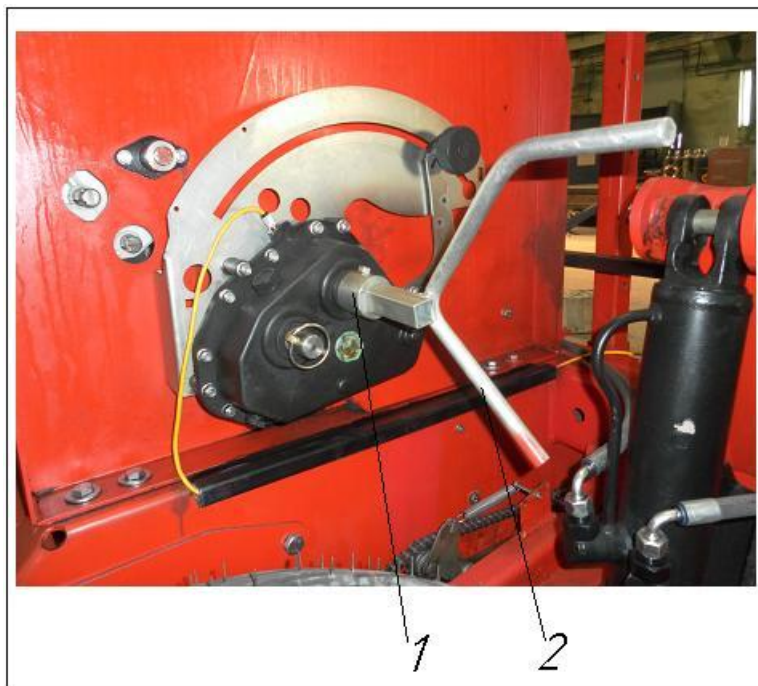
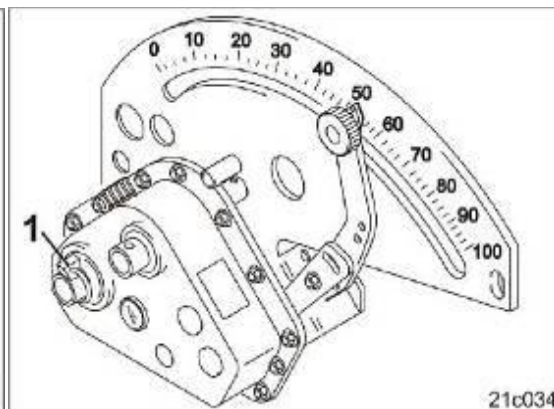

Рис.44
Рис.52
6.1.5 Установите, предварительно переставив пружинный фиксатор с полого вала на вал вспомогательный (см. Рис. 52), переходник (Рис.44/1) на ведущий вал редуктора привода (на правой стенке бункера) зерновых высевающих аппаратов, рукоятку (Рис.44/2) оденьте на квадратный хвостовик переходника.
Ворошильный вал не приводится в действие, если пружинный фиксатор (Рис. 52/1) вставлен в отверстие вспомогательного вала.